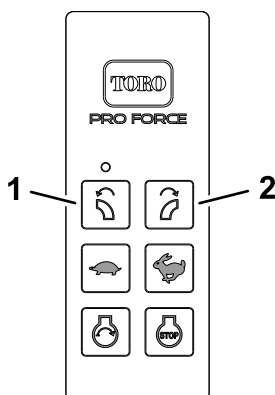

Figure 51
4. Appuyez simultanément sur les boutons de ROTATION À GAUCHE et ROTATION À DROITE de l'embout (Figure 51).
7. Appuyez de manière prolongée sur le bouton de ROTATION À GAUCHE (Figure 51).
8. Maintenez le bouton de ROTATION À GAUCHE enfoncé (Figure 51) et tournez la clé de contact à la position CONTACT.
9. Relâchez le bouton de ROTATION À GAUCHE (Figure 51) et tournez la clé de contact à la position ARRÊT.